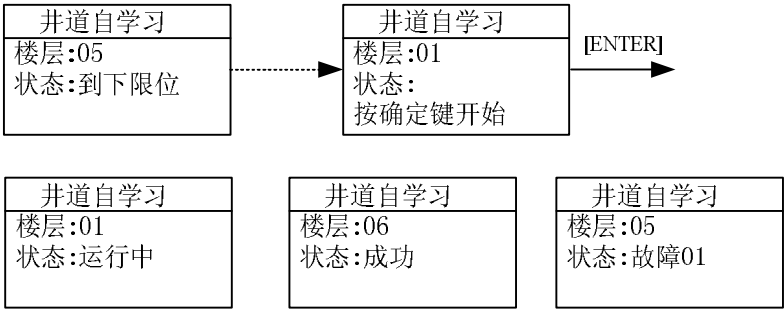

图 7.4 井道自学习操作示意图
4. 通过液晶显示屏进入自学习菜单，按菜单提示操作；如图 7.4 所示。